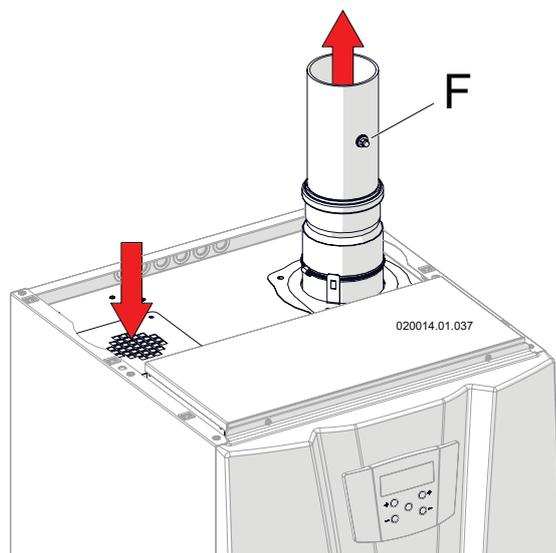

Figura 6-11
- 1.-se non fosse già presente occorre creare un foro per le analisi di combustione posizionato circa a 200 mm dal raccordo di scarico gas combusti (corrispondente al tappo particolare "F" di Figura 6-11);
- 9.-inserire la sonda per la lettura del valore di CO₂ nella presa "F" di Figura 6-11;
- 21.-chiudere il foro per l'analisi di combustione di Figura 6-11, con tappo "F" adeguato come da istruzioni del costruttore del tubo di scarico;
- 10.-inserire la sonda per la lettura del valore di CO₂ nella presa "F" di Figura 6-11;
- 23.-chiudere il foro per l'analisi di combustione di Figura 6-11, con tappo "F" adeguato come da istruzioni del costruttore del tubo di scarico;